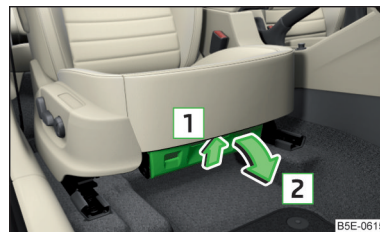

Fig. 86
- Pentru **deschidere**, apăsați mânerul în sensul săgeții **1** și deschideți compartimentul în sensul săgeții **2** » fig. 86.